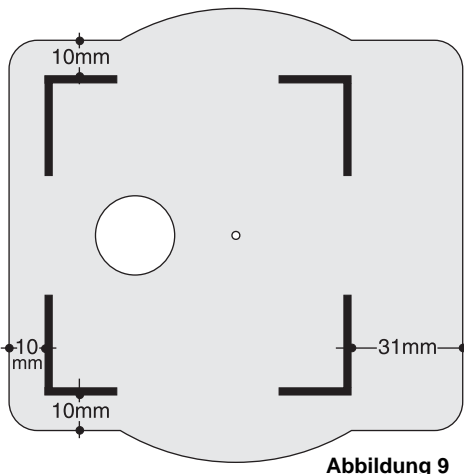

Abbildung 9
**Etape 44 :** Positionnez les deux supports de telle sorte que les volets d'angle se regardent et mettez en place l'étrier, provisoirement et sans colle, en faisant chevaucher les fentes sur les deux échancrures demi-sphériques. De cette façon, les supports ont en haut l'écart exact dont ils auront besoin plus tard. Posez-les d'abord sans colle sur le couvercle du cylindre principal. Du côté du cylindre moteur, l'écart entre le bord de la plaque alu et la face extérieure du support doit être exactement de 10 mm, de l'autre côté de 31 mm (voir fig. 9). L'écart est plus grand de ce côté parce que le volant d'inertie tournera, plus tard, à cet endroit. C'est de ce côté également que nous vous proposons de mettre le support sur lequel figure le nom du propriétaire (mais ce n'est pas une obligation). L'étrier est ainsi suspendu, bien centré, au-dessus du cylindre moteur.